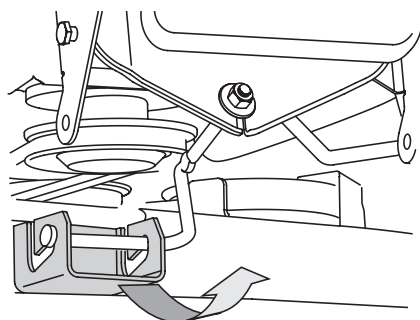

Figura 32
8. En plataformas de 38", deslice suavemente la plataforma de corte hacia la parte delantera del tractor y con cuidado guíe los ganchos de la plataforma para extraerlos de la varilla estabilizadora de la plataforma. Consulte la Figura 32.